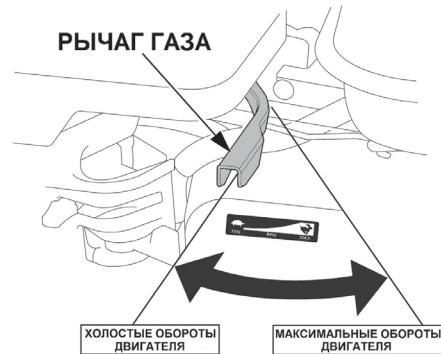

Рис. 24 Положения рычага газа
5. Переведите рычаг газа на 1/3 хода в сторону положения максимальных оборотов двигателя (Рис. 24).